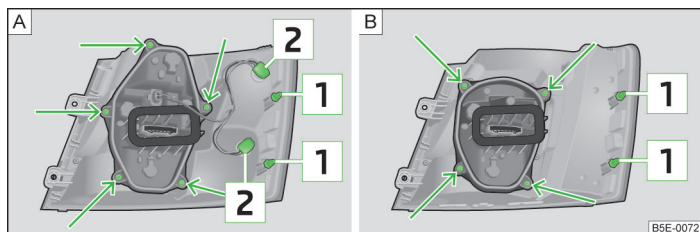

Fig. 183 Partea exterioră a lămpii: Lampa de bază / lampă cu diode cu LED
- Împingeți cu atenție blocul optic spate în caroserie, astfel încât bolțurile [1] » fig. 183 la pagina 208 ale lămpii să se fixeze în suporturile din caroserie » [!].
- Rotiți soclul becului [2] » fig. 183 în sens antiorar și scoateți-l din carcasa lămpii.
- Deșurubați suportul lămpii » fig. 183 - [A], respectiv [B] cu șurubelnița din trusa de scule și scoateți-l din blocul optic spate.
- Rotiți soclul becului până la limită în sens antiorar și scoateți-l din carcasa lămpii » fig. 183 - [C], respectiv [D].